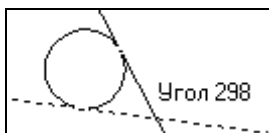

Рис. 5.26. Прямые, касательные к окружности
- ◆ "ловушкой" укажите базовый объект, касательно к которому должна пройти прямая. Система построила два фантома прямых, касательных к данному объекту (рис. 5.26);